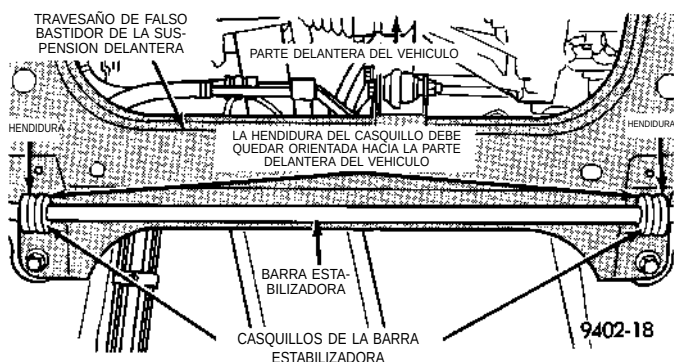

Fig. 42 Instalación correcta del casquillo de la barra estabilizadora al travesaño de falso bastidor
(2) Si los casquillos de la barra estabilizadora al travesaño de falso bastidor delantero requieren reemplazo en el momento de la inspección, instale casquillos nuevos antes de colocar la barra estabilizadora. Para reemplazar los casquillos, abra la hendidura de los mismos y extraígalos de la barra estabilizadora. Para instalar los casquillos nuevos, ábralos por la hendidura y colóquelos a presión en la barra estabilizadora. **Los casquillos deben instalarse en la barra estabilizadora de modo que la hendidura de los casquillos quede orientada hacia la parte delantera del vehículo cuando la barra está instalada en el vehículo (Fig. 42).**